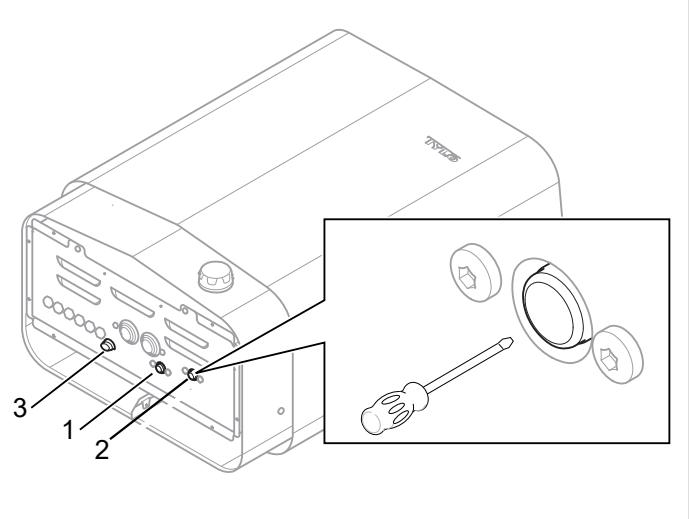

Abbildung 9: Zurücksetzen des Überhitzungsschutzes
- **Wasserbehälter** - Der Überhitzungsschutz des Behälters soll verhindern, dass der Heizstab trockenfällt. An der Unterseite der Heizung gibt es eine rote Reset-Taste, die gedrückt werden muss (siehe Abb. 9). Wenn die Abschaltung ausgelöst wurde, ist ein Widerstand beim Drücken der Taste zu spüren und es macht „Klick“. Wenn keine Abschaltung ausgelöst wurde sowie nach dem Reset fühlt sich die Taste elastisch an.
- **Heizung** - Der Überhitzungsschutz in der Heizung soll verhindern, dass Bauteile, Heizstäbe und Hölzer in der Sauna zu heiß werden. An der Unterseite der Heizung gibt es eine rote Reset-Taste, die gedrückt werden muss (siehe Abb. 9). Wenn die Abschaltung ausgelöst wurde, ist ein Widerstand beim Drücken der Taste zu spüren und es macht „Klick“. Wenn keine Abschaltung ausgelöst wurde sowie nach dem Reset fühlt sich die Taste elastisch an.